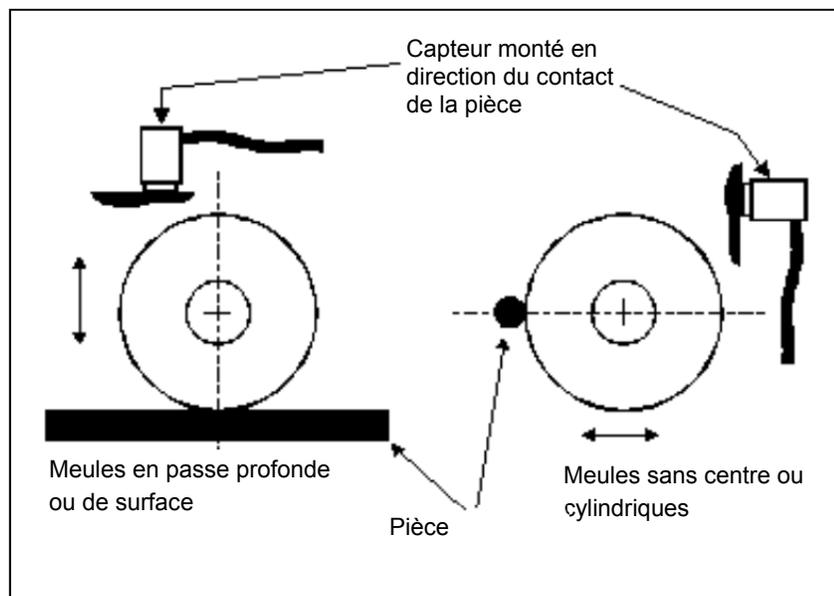

Figure 4
1. **Placez le capteur dans la même direction que la ligne centrale, entre la meule et la pièce.** Le meilleur endroit pour débiter est la surface aplatie en usine sur le boîtier de la broche, au-dessus du palier le plus proche de la roue et perpendiculaire à la ligne centrale de la broche (Figure 4). Une surface de fixation verticale est préférable pour la plupart des rectifieuses cylindriques, car le capteur est dans l'alignement de la meule et de la pièce. Pour cette même raison, sur les machines à meuler de surface et celles en passe profonde, une surface de montage horizontale convient généralement mieux. Bien que l'équilibreur lui-même puisse être monté sur la roue ou sur l'extrémité de la poulie, le capteur doit toujours être aligné avec l'extrémité de la roue de la machine.